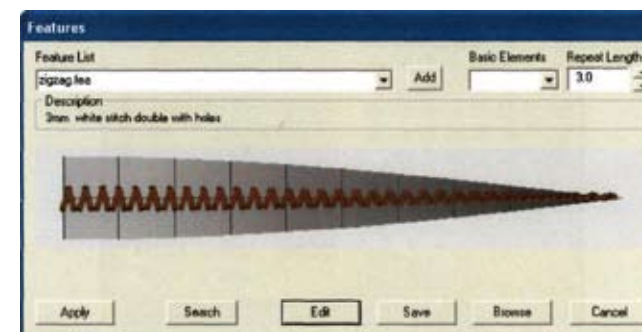

Рис. 66
- Нажмите кнопку **Apply** для применения редактирования и возврата в стандартное диалоговое окно **Features** (*рис. 66*).